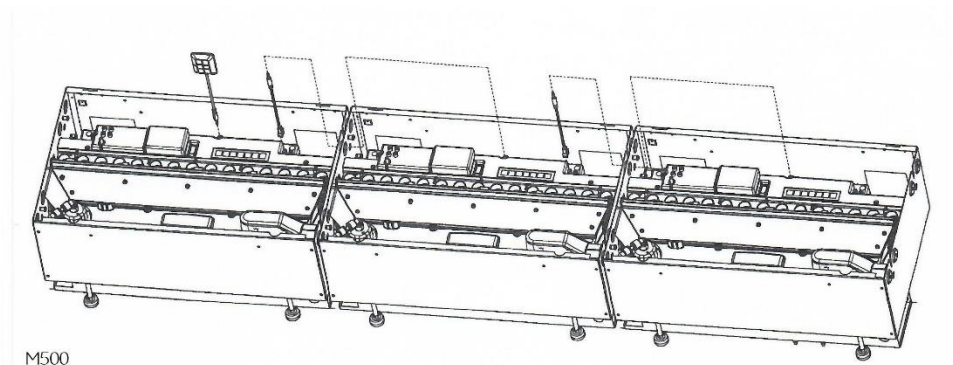

Fig. 25
5. Ingeval van een M500, verbindt u de kabel met de 3.5mm jack in het plastic (Fig. 25). Bij een M1000, plugt u de verbindingkabel in de 3.5mm jack die u vindt in het plastic aan de linkerkant van de module (Fig. 26).